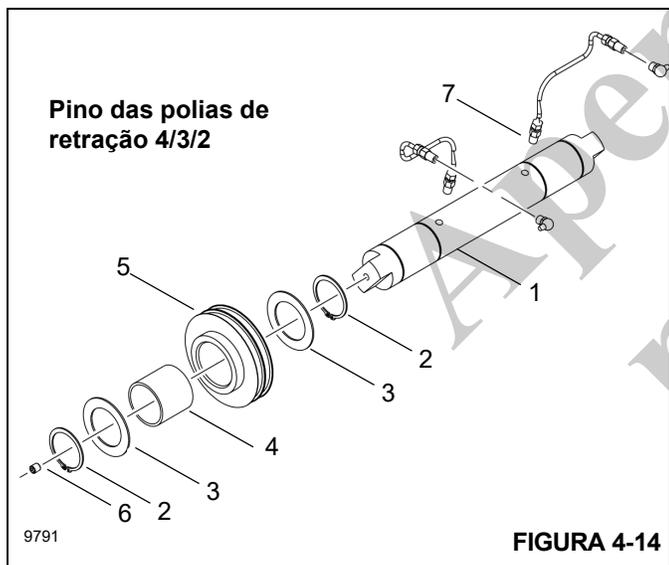

FIGURA 4-14
6. Desmonte o pino da polia de retração 4/3/2 (1, Figura 4-14) da seguinte forma:
- a. Remova os anéis de retenção (2) e as arruelas (3).
- b. Remova os pinos das polias de retração 4/3/2 (5)
- c. Remova os rolamentos (4) das polias (5).
- d. Remova os anéis de retenção restantes (2) e arruelas (3).
- e. Remova os bujões (6).
- f. Remova as graxeiros (7) se necessário.